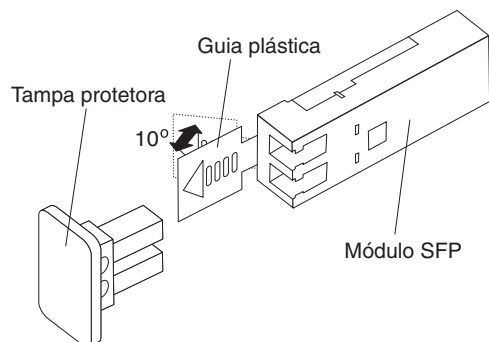

Figura 3-10. Destravando a Trava do Módulo SFP - Variedade Plástica
- Para módulos SFP que contêm guias de plástico, destrave a trava do módulo SFP puxando a guia de plástico 10° para fora, conforme mostrado na Figura 3-10 na página 3-9.